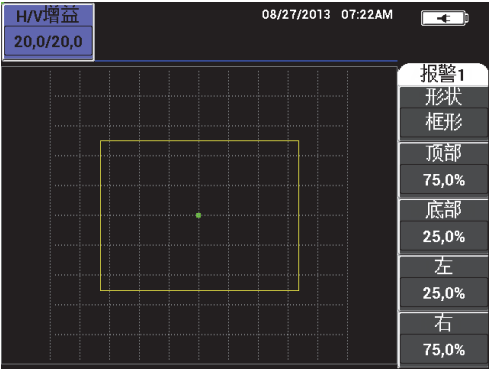

图 5-4 报警菜单
2. 按功能键 A，加亮显示报警 **SHAPE**（形状），然后转动旋钮，选择想要的报警类型：**BOX**（框形）、**SWEEP**（扫频）、**SECTOR**（扇形）或 **POLAR**（极性）（参见第 104 页的图 5-4）。